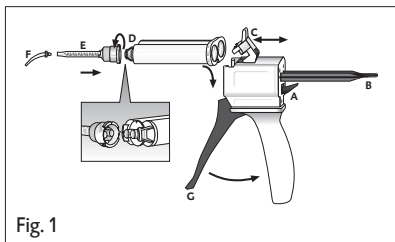

Fig. 1
1. Tryck spaken [fig. 1, pos. A] på baksidan av Automix-Dispenser uppåt och dra tillbaka sliden [fig. 1, pos. B] helt.
2. Fäll upp plastspärren [fig. 1, pos. C], sätt i patronen och lås fast den med plastspärren [fig. 1, pos. C].
1. Vrid patronsskyddet [fig. 1, pos. D] eller den använda blandningsspetsen 90° moturs och dra sedan av och släng det.
2. Sätt på en ny blandningsspets [fig. 1, pos. E].
4. Sätt på en ny Intraoral-Tip [fig. 1, pos. F].
- ▶ Tryck på spaken [fig. 1, pos. G] på Automix-Dispenser för att blanda materialet i blandningskanylen och applicera det sedan direkt.
2. Fäll upp plastspärren [fig. 1, pos. C] och avlägsna patronen.